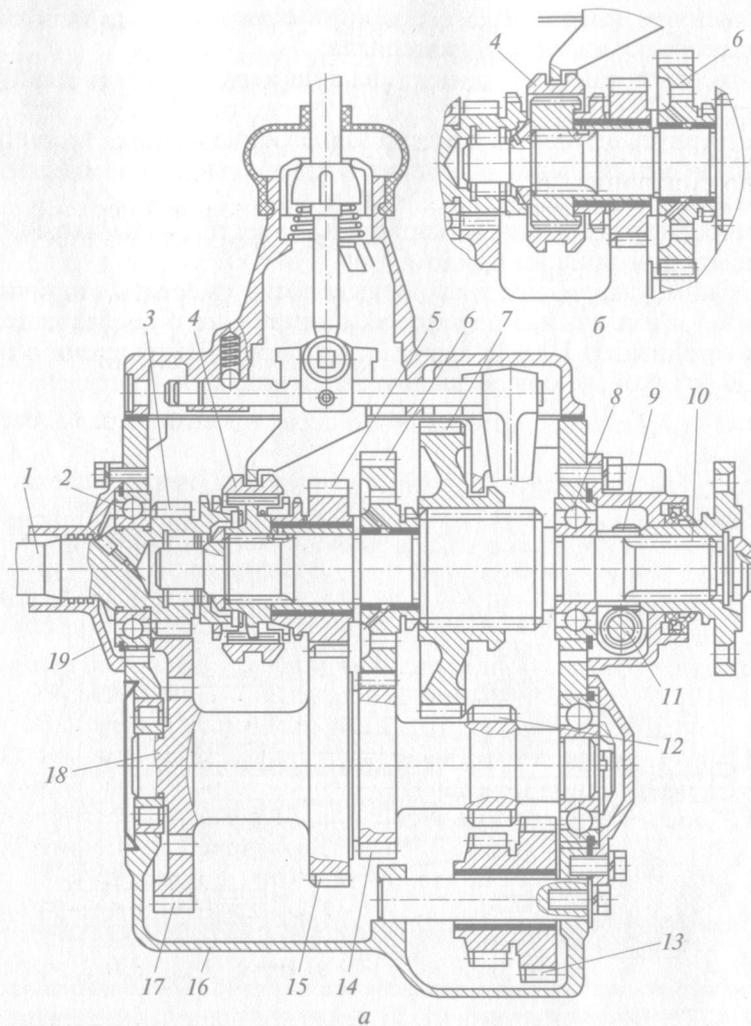

Рис. 2.6. Четырехступенчатая коробка передач автомобилей ГАЗ-53А и ГАЗ-53-12:
14. Изучить *коробку передач автомобиля ГАЗ-53А* (использовать для работы учебный плакат и рис. 2.6).